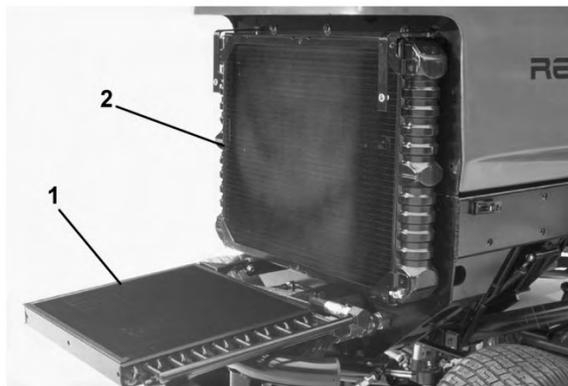

Bild 75
3. Schrauben Sie die Handräder ab und drehen Sie den Ölkühler nach hinten (Bild 75). Reinigen Sie beide Seiten des Ölkühler- und des Wasserkühlerbereichs gründlich mit Druckluft. Verwenden Sie kein Wasser. Öffnen Sie die Motorhaube und blasen Sie Fremdkörper zum Heck der Maschine raus. Drehen Sie den Ölkühler wieder zurück und ziehen Sie die Handräder an.